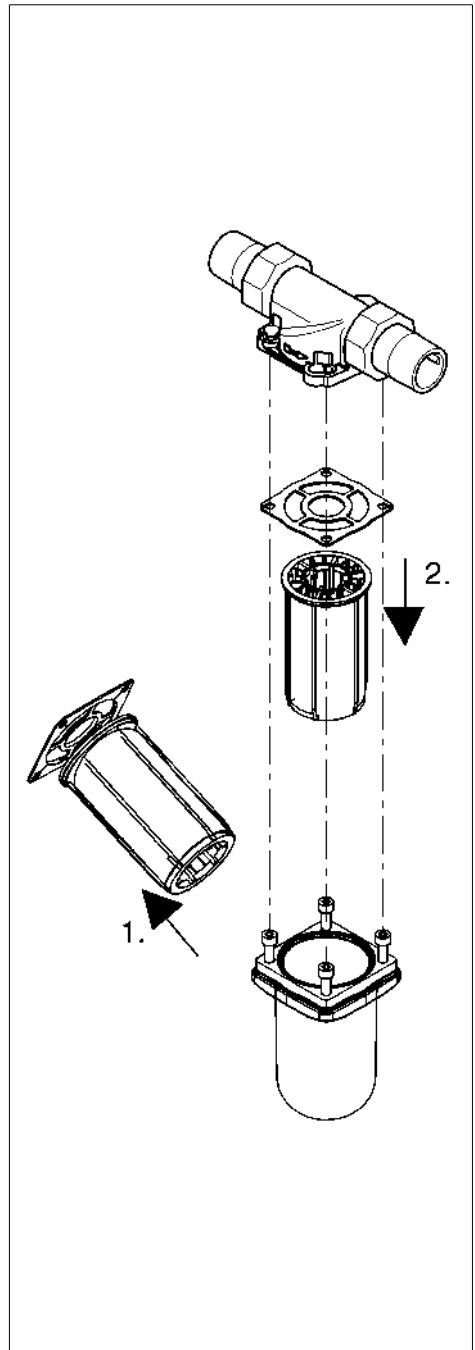

Abb. 5:
- Verbrauchtes Sieb einschließlich Ringdichtung entfernen (Abb. 5).